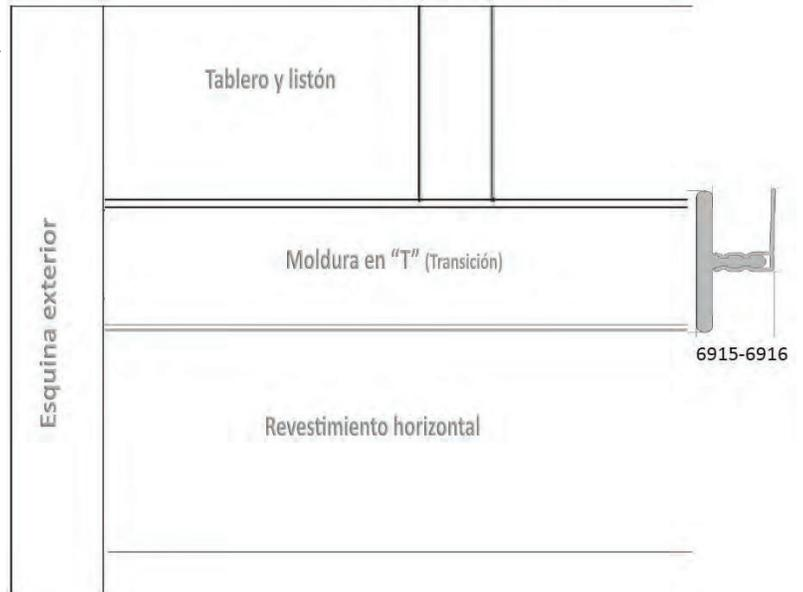

Figura 3
5. Mida y corte la moldura perimetral y colóquela en el receptor (Figura 3)
5. Una vez que los paneles de revestimiento estén instalados (a ambos lados de la transición), instale la moldura en "T" 6916 encajándola en el receptor de moldura (Figura 3).